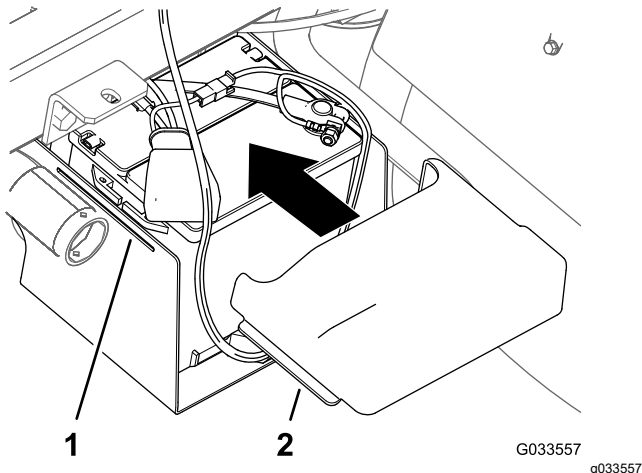

Figura 33
10. Strângei părțile laterale ale capacului bateriei, alinai proeminențele capacului cu fantele din baza bateriei i deblocai capacul bateriei (Figura 33).